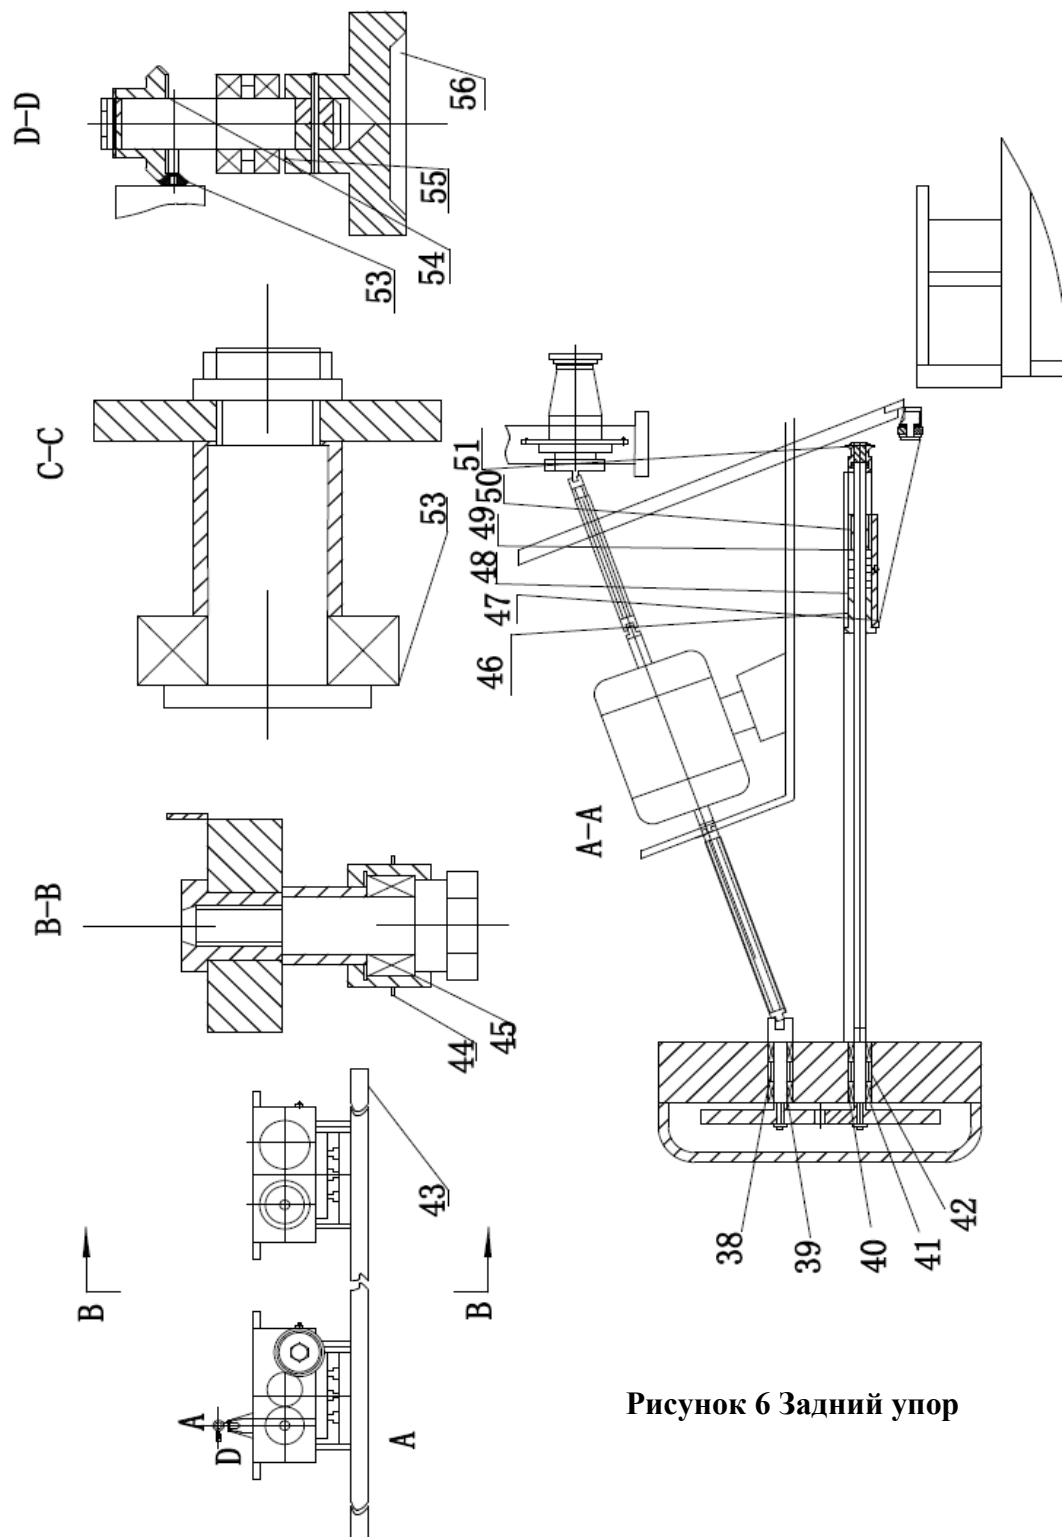

Рисунок 6 Задний упор
Задний упор (рис. 6) установлен на балке верхнего лезвия. Он перемещается вверх и вниз вместе с балкой верхнего лезвия. Регулировка заднего упора осуществляется с помощью двигателя мощностью 0,55 кВт. Шестерня снижает скорость, а винтовой стержень приводит в движение задний упор. Нажатие кнопки регулировки «+» (или «-») может переместить калиберную дощечку вперед (или назад). Если удовлетворительная регулировка не достигается автоматически, как описано выше, можно вручную вращать регулировочное колесо (41) для точной регулировки. Таким образом, регулировка заднего упора удобная и надежная.